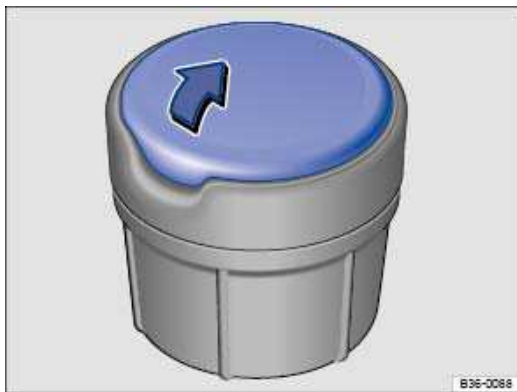

Abb. 91 Mobiler Aschenbecher.
- Zum Öffnen, Deckel des Aschenbechers → Abb. 91 in Pfeilrichtung anheben.